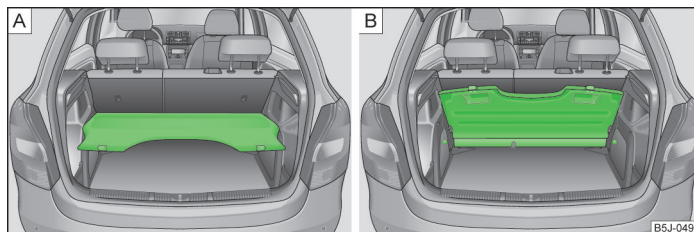

Fig. 48 Masca portbagajului: în poziție inferioară / depozitată în dosul scaunelor din spate
- În poziție inferioară, pe elementele de rezemare » fig. 48 - » .
- În spatele scaunelor spate » fig. 48 - .
În această poziție » fig. 48 - [A] capacul portbagajului este prevăzut pentru depozitarea obiectelor mici, cu o greutate de până la 2,5 kg.